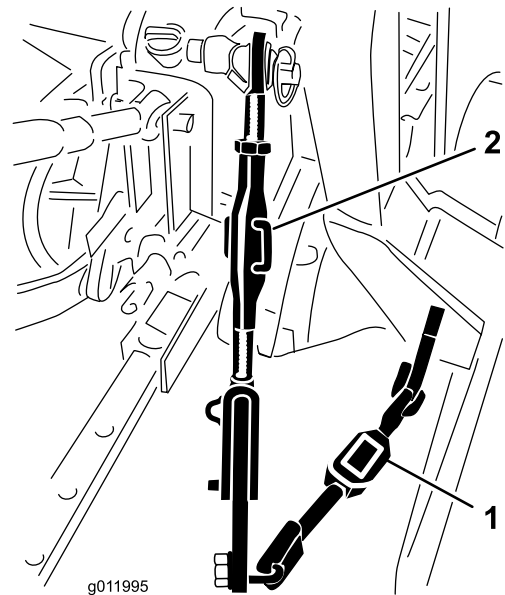

Figura 7
2. Rode a o corpo da articulação ajustável (se disponível) para fazer subir ou descer o braço da articulação inferior, até que o soprador fique nivelado lateralmente (Figura 7).
1. Ajuste o interior dos braços de articulação inferiores até ficarem em contacto com as placas de montagem do soprador (Figura 7).